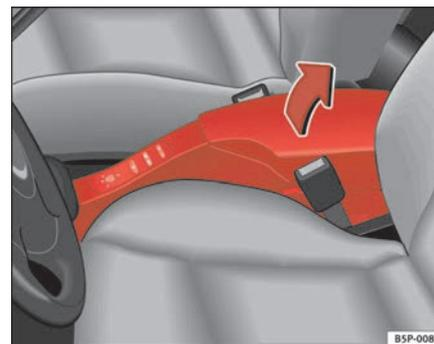

Fig. 101 Apoio de braços dianteiro com porta-objectos
- Para abrir o porta-objectos, premir o botão do apoio de braços no sentido da seta ⇒ fig. 101 e levante a tampa. ▶